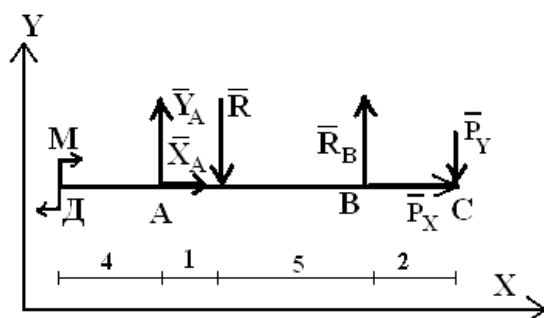

Рис. 7. Расчетная схема
4. Теперь балка свободна и находится в равновесии под действием произвольной плоской системы сил  $X_A, Y_A, R, R_B, P_X, P_Y$  и пары с моментом  $M$  (рис. 7). Неизвестными являются три силы  $X_A, Y_A, R_B$ , и три независимых уравнения равновесия можно составить. Следовательно, задача является статически определимой.